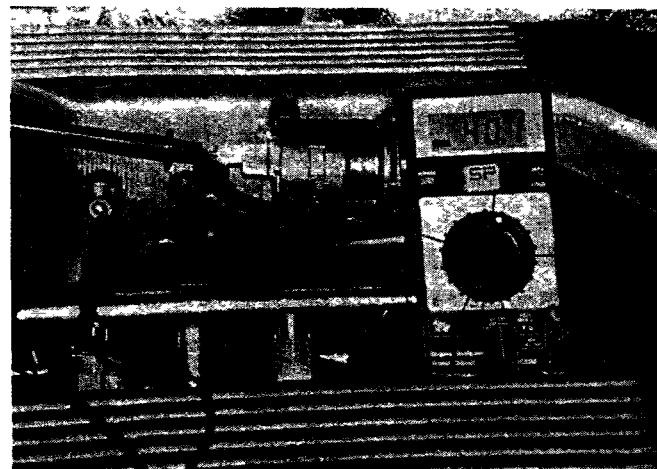

Рис. 4.25. Типичный угол включенного состояния клапана холостого хода
- 11 После прогрева двигателя должно установиться напряжение в пределах 7,0...9,0 В, угол включенного состояния 40...44% и частота около 110 Гц (см. рис. 4.25).